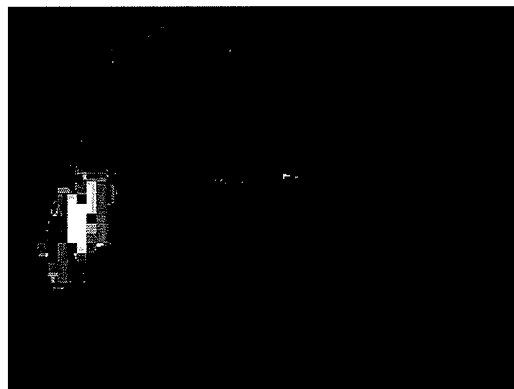

Figura 42
2. Coloque los dos cables negros unidos juntos y marcados "reajuste sw" (consulte la figura 42).